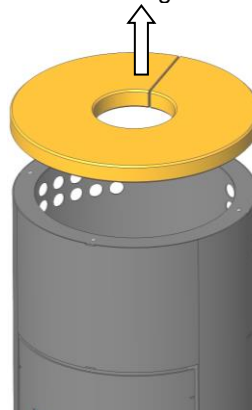

Fig. 7 : retrait du couvercle supérieur
1. Démontage du couvercle (voir Fig. 7)